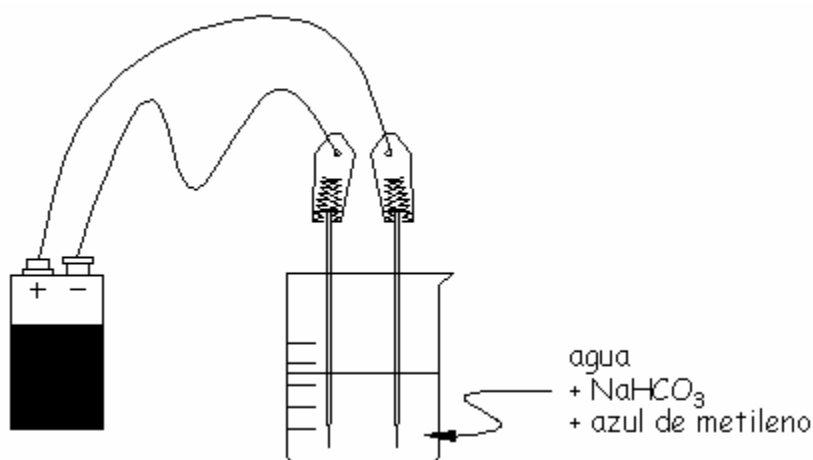

Figura 1
3. Conecta los clavos a las terminales de la pila o del convertidor de corriente por medio de los alambres con caimanes (Figura 1).